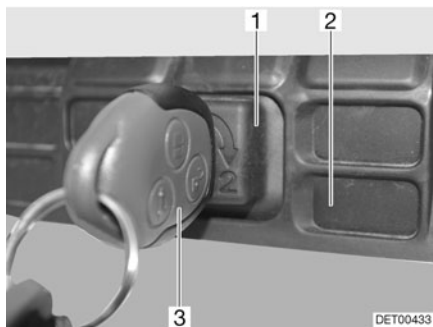

Fig. 22 Déverrouillage du capot moteur Fortero, Van
- Insérer la clé de contact (Fig. 22,3) dans le barillet (Fig. 22,1) au niveau de la grille de radiateur (Fig. 22,2).
- Ramener la clé de contact sur la position intermédiaire (Fig. 22) et la retirer.